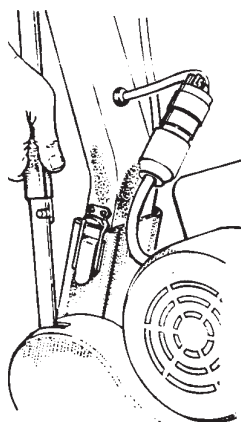

Figure 2
- 2 Faire glisser le collier au-delà du chevauchement de l'axe de commande ; retirer la goupille de l'encoche. (Figure 2)
- 4 Libérer les loquets de poignée et retirer la poignée du châssis. (Figure 2)
1. Installez le sac à poussières en appuyant son extrémité sur le tuyau d'évacuation jusqu'à ce que l'anneau se verrouille dans la rainure (Figure 2). On y parvient plus facilement en appuyant sur l'arête de l'ouverture du sac avec la paume de la main.